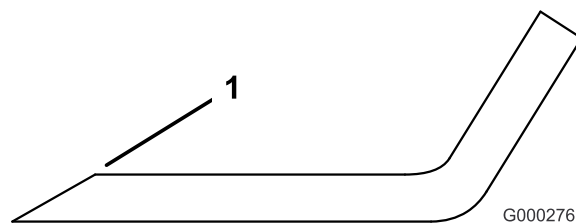

Figure 95
1. Au moyen d'une lime, aiguissez les tranchants aux deux extrémités de la lame (Figure 95).